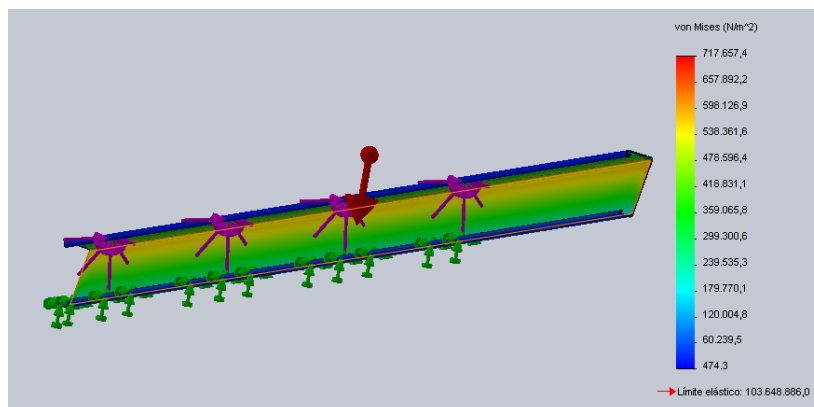

Figura 5.5 Resultados de la Tensión de von Mises.
- c) Una vez hecha la simulación se obtienen tres tipos de resultados (Fig. 5.4). Como ejemplo en la figura 5.5 se muestra la tensión de von Mises para el clip tira, donde se aprecian sujeciones, cargas y valores.